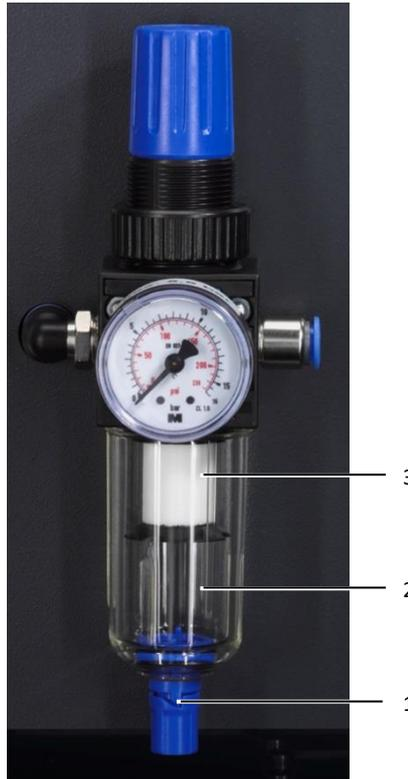

Abb. 29: Druckluftwartungseinheit
- Um das Kondenswasser abzulassen, drücken Sie die Ablassschraube (Abb. 29, Pos. 1) nach oben.
- Um den Filter zu wechseln, schrauben Sie den Kondenswasserbehälter (Abb. 29, Pos. 2) ab und drehen Sie den Filter (Abb. 29, Pos. 3) heraus.